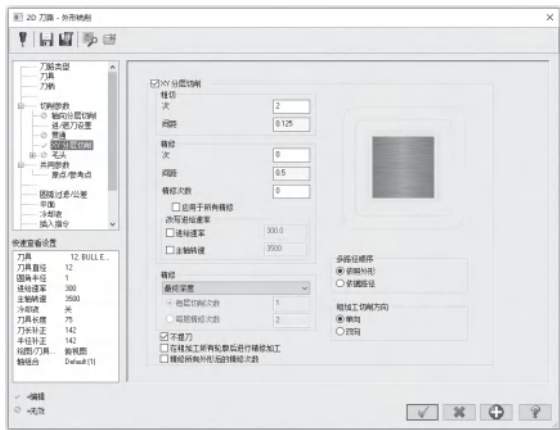

图 4-28 设置分层切削
5) 打开【XY 分层切削】选项卡,勾选【XY 分层切削】选项,设置【粗切】/【次】为 2,【间距】为 0.125mm,选择【精修】区域为【最后深度】,勾选【不提刀】选项,其他参数如图 4-28 所示。